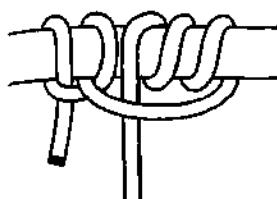

Рис. 604. Верблюжий узел.
**Верблюжий узел**, по сути, является **коровьим узлом** с дополнительными шлагами и полууштыком, он же **косой австрийский схватывающий узел** со шлагом и полууштыком (рис. 604). **Верблюжий узел** является как бы улучшенным вариантом **задвижного штыка** и используется